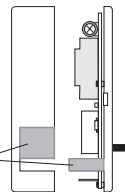

Fig. 5.i
Enlever de la base les parties prévues pour l'acheminement des fils de connexion illustrées dans la fig. 5.i.
- Fixer la base à la paroi (ou boîtier à encastrément), avec 2 vis en utilisant les couples de trous (A-A, B-B, C-C) préconfigurés (fig. 5.i).